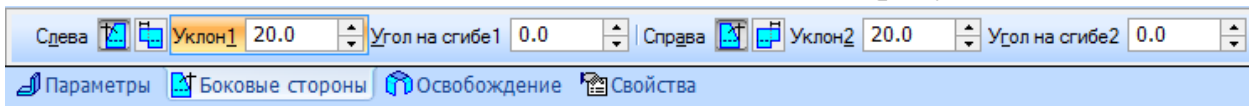

Рисунок 45.
5. «*Угол на сгибе 1*» и «*Угол на сгибе 2*» по **0°** (рисунок 45).